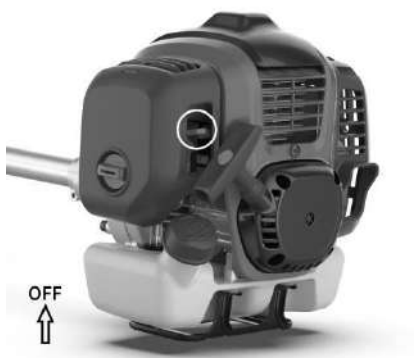

Fig. 14
- 3) Mueva la palanca del estrangulador a  posición. (fig.14)